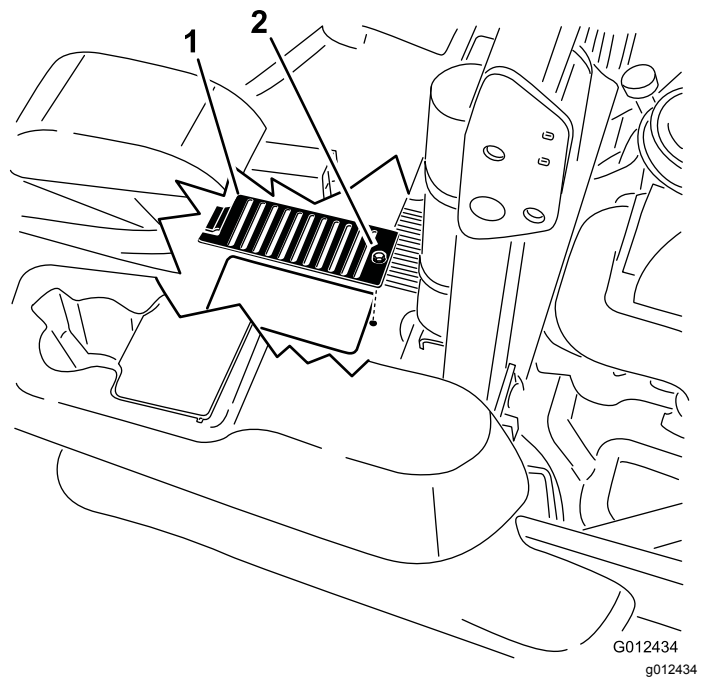

Bild 69
6. Entfernen Sie über jedem Peilstab die Abdeckung und die an der Abdeckung befestigte Schraube. Reinigen Sie den Bereich um jeden Ölpeilstab und jede Hydraulikanlage (**Bild 69**).